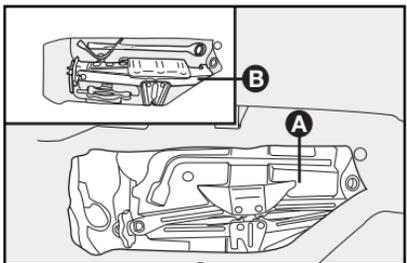

fig. 5
- Saque el soporte de herramientas **A-fig. 5** de su alojamiento.
Para las versiones Palio Adventure, no es necesario quitar el soporte de herramientas de su alojamiento para sacar el crিকে y las demás herramientas detalle **B-fig. 5**.